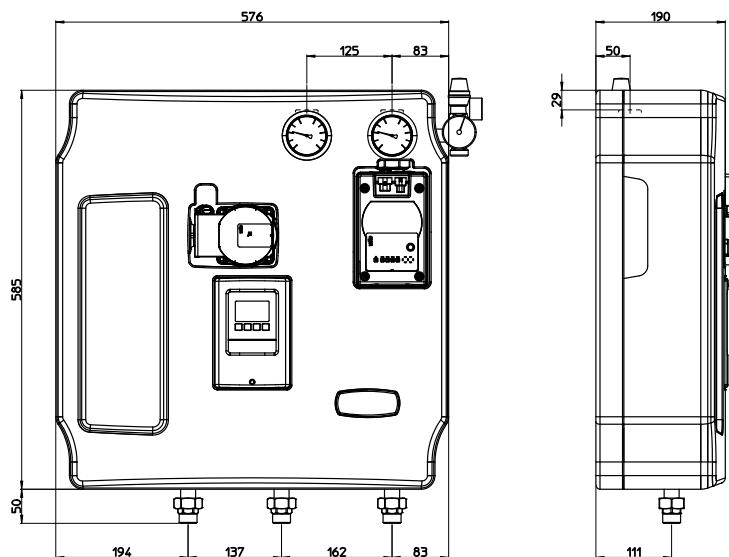

Figura 3: dimensiones totales y distancias significativas del módulo.
- ✓ Conecte las tuberías de acuerdo con el esquema de conexión y con las medidas que se muestran en la Figura 3.